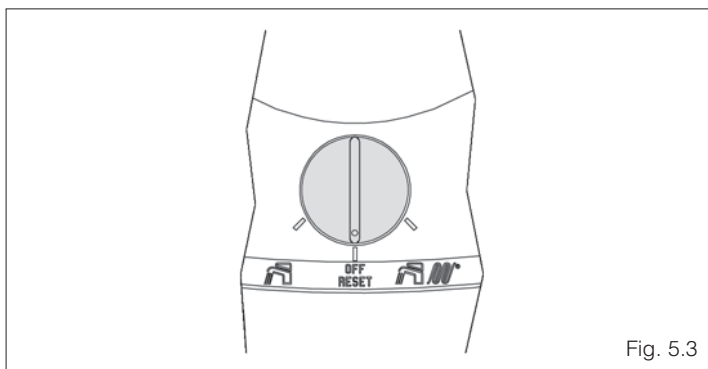

Fig. 5.3
- portare il selettore di funzione su OFF-RESET (fig. 5.3)
Posizionare il selettore di funzione su OFF-RESET (fig. 5.3) ed attendere almeno 10 secondi quindi, ripristinare la selezione del funzionamento prescelto (funzionamento estivo o invernale).